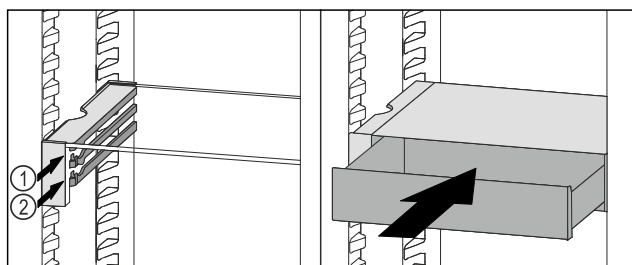

Fig. 102
- Nasadte zásuvku VarioSafe za zářez na požadovaném žebro Fig. 102 (1) nebo Fig. 102 (2).